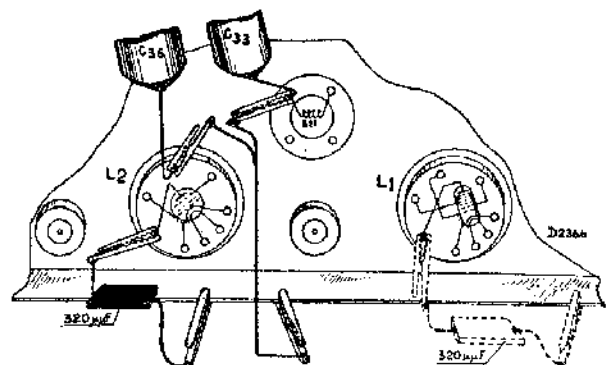

Fig. 4
2. Sluit C33 en C36 kort (fig. 4).
3. Verbind condensator van 320 μF tussen anode L2 en chassis (fig. 4).